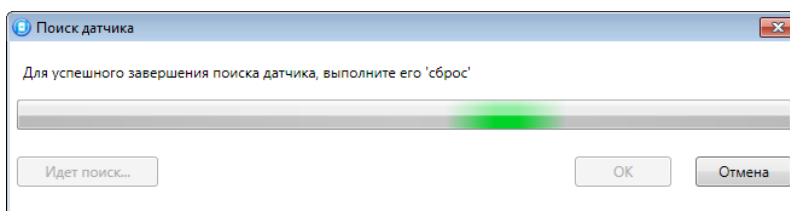

Рисунок 4.34 — Поиск радиоустройства
- После нажатия кнопки *OK* начнется поиск радиоустройства контроллером (см. рисунок 4.34). Для того чтобы устройство было найдено контроллером, его следует перевести в режим связывания (выполнить «сброс»).